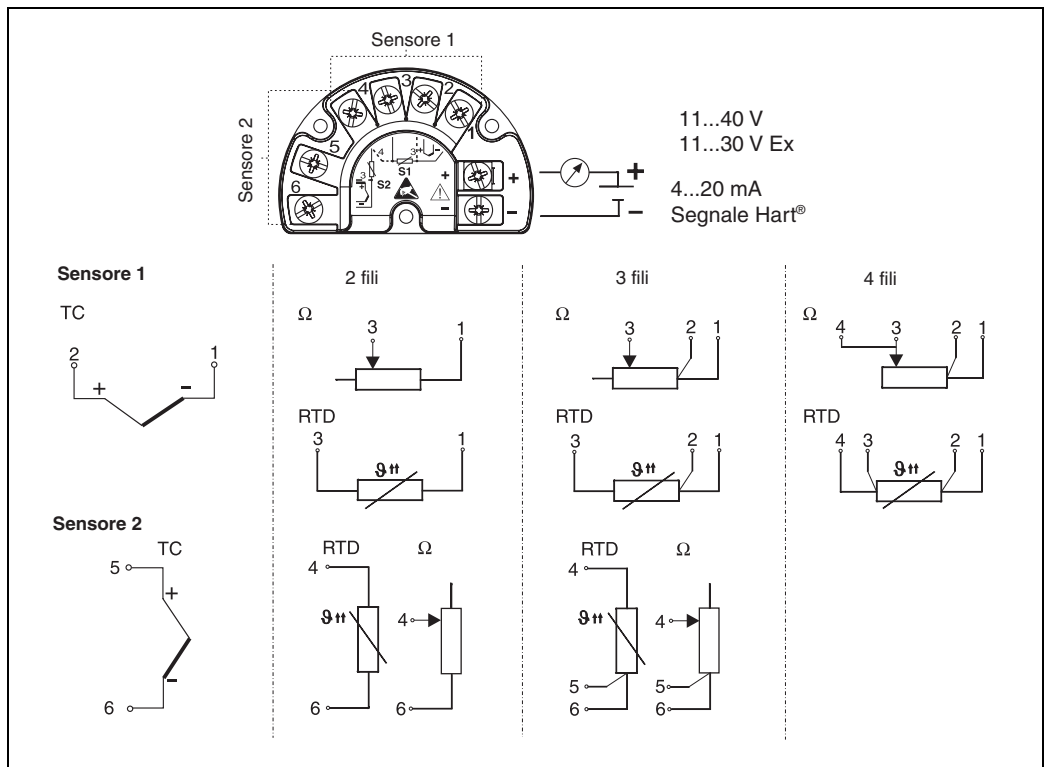

Fig. 5: Cablaggio del trasmettitore da campo
3. Collegare i conduttori isolati come illustrato Fig. 5.
Lo schema dei morsetti per la connessione del sensore è riportato in Fig. 5. Gli ingressi per due sensori consentono le seguenti connessioni:
I cavi sono stati schermati correttamente? Confrontare con gli schemi dei collegamenti riportati sui morsetti o v. Fig. 5.	Vedere lo schema elettrico sulla custodia dell'unità